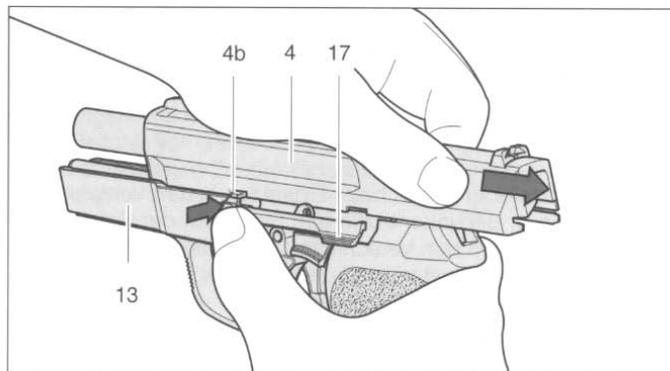

Abb. 15
7. Mit der rechten Hand Griffstück **13** umfassen, Verschluss **4** mit der linken Hand zurückziehen, bis die Aussparung **4b** am Verschluss **4** mit der Nase am Verschlussfanghebel **17** übereinstimmt. Verschlussfanghebel **17** eindrücken, bis dieser hörbar in seiner Endlage einrastet (Abb. 15).